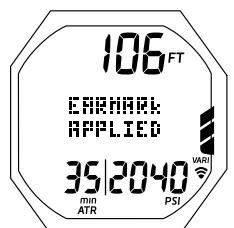

Fig. 108C - ÉCRAN PRINCIPAL PLONGÉE GAUG (affiché pendant 3 secondes)
- M (< 2 sec) - pour permettre l'insertion instantanée d'un signet dans les données d'interface PC enregistrées à ce moment précis. *L'indication EARMARK APPLIED s'affichera à la place du minuteur et du temps de plongée écoulé durant 3 secondes (Fig. 108C).*